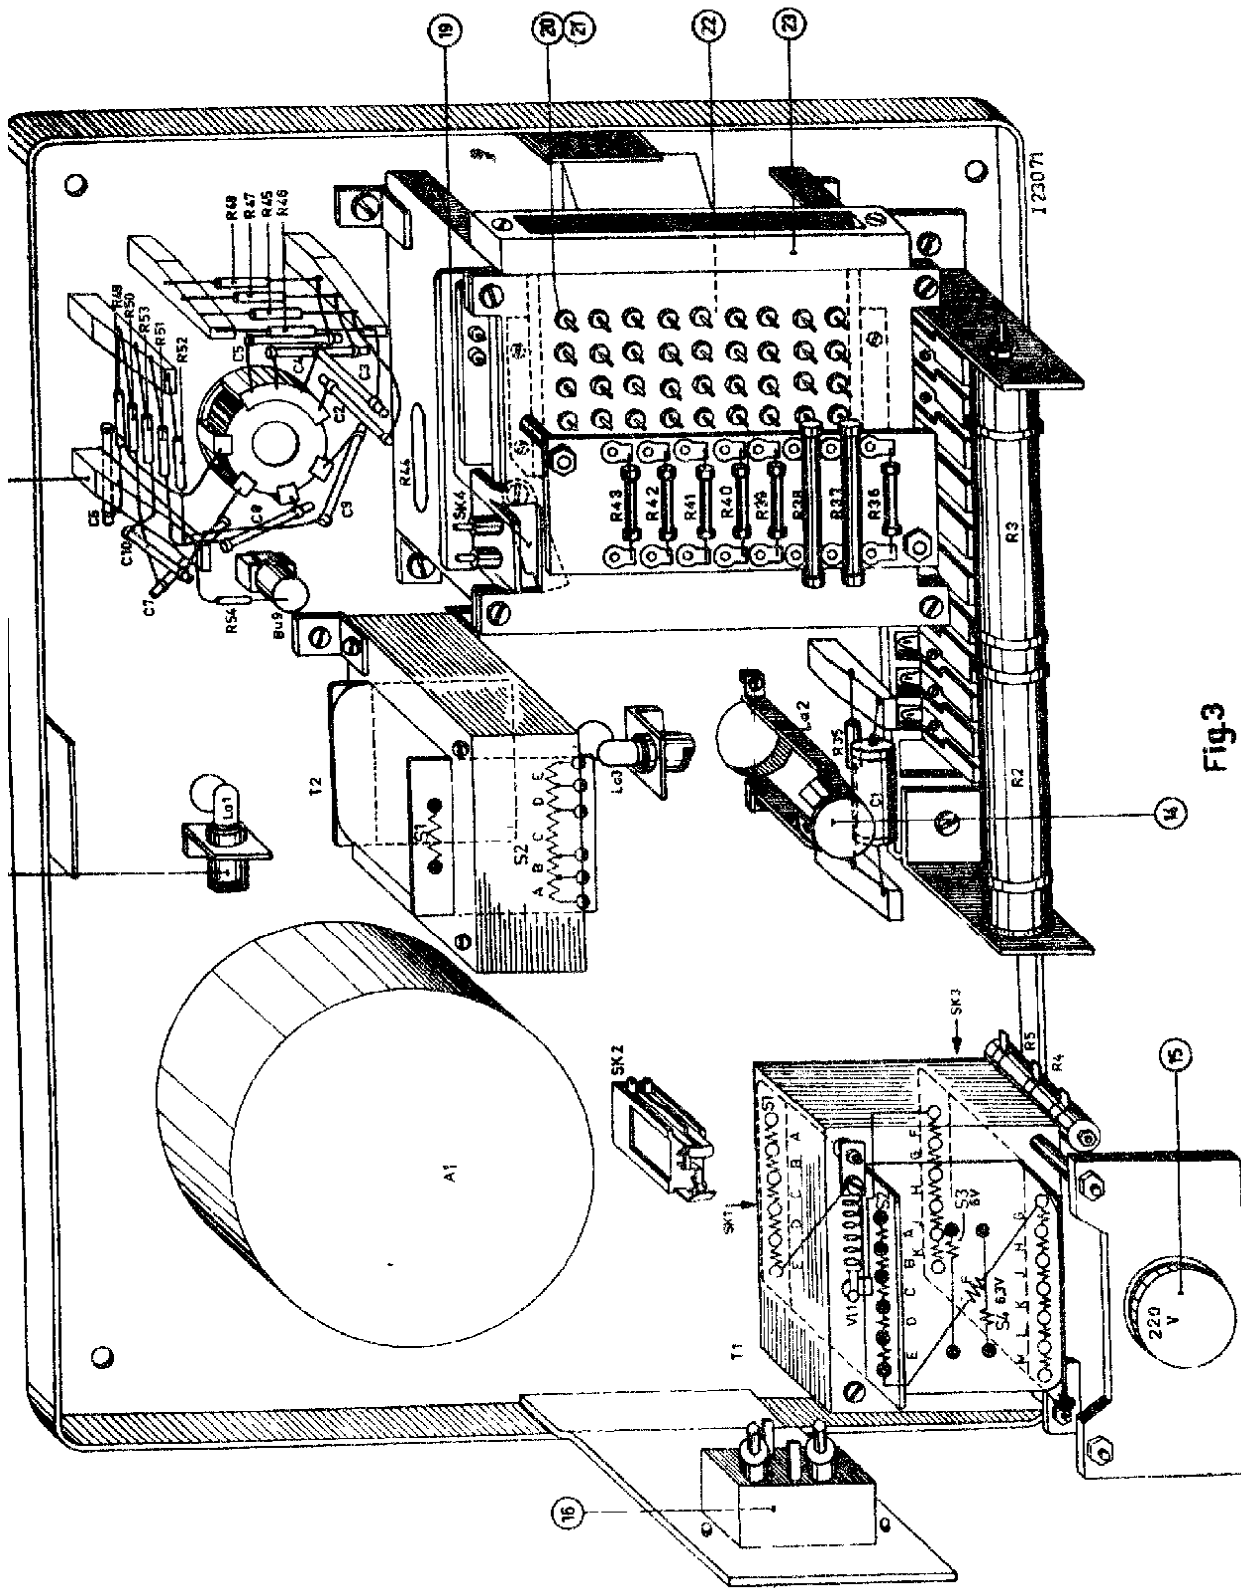

Fig.3
- Fig. 3 Meting van ECH 21, triode- resp. heptode deel